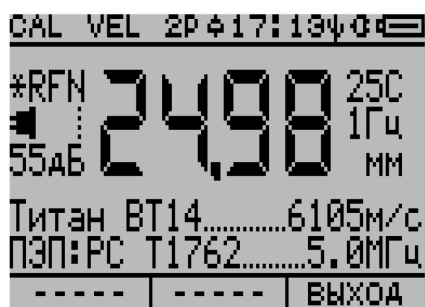

Рисунок 2.84
11) После того, как значение измеренной толщины тест-блока на дисплее прибора будет индицироваться стабильно, нажать клавишу . Значение фиксируется на дисплее (рисунок 2.84), а соответствующий измеренный ВЦП интервал времени T_{2TB} заносится в память прибора. Снять ПЭП с тест-блока.